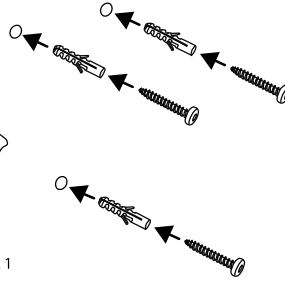

Abb. 2
- 2 Fügen Sie die im Lieferumfang enthaltenen Dübel in die Löcher und schrauben Sie die beiliegenden Schrauben ein (Abb. 2).